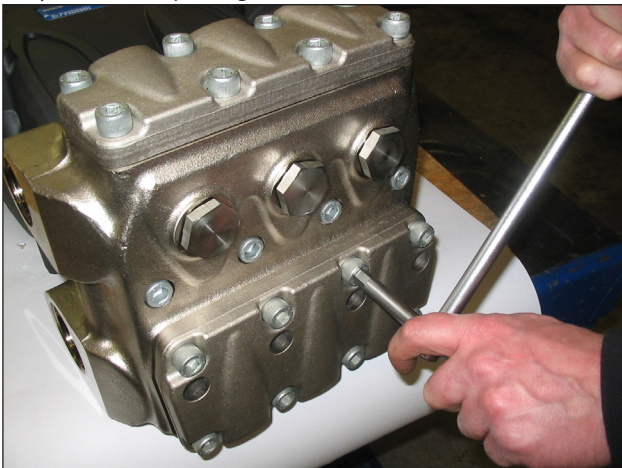

Fig. 34
- Desatornillar los 8 tornillos M12x35 de fijación de las tapas y retirar las tapas (Fig. 34).